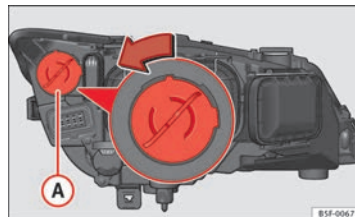

Abb. 135 Glühlampe für Tagfahrlicht
- Drehen Sie den Lampenträger  $\Rightarrow$  Abb. 135 (A) nach links und ziehen Sie.